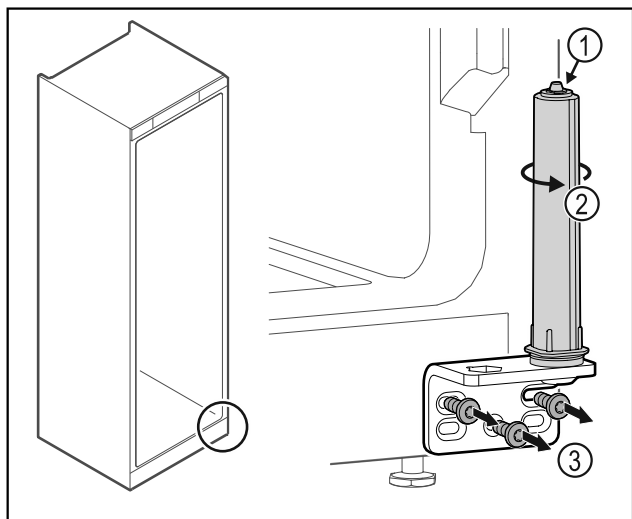

Fig. 30
- ▶ Nerozebírejte uzavírací systém dvířek Fig. 30 (1).
- ▶ Otáčejte uzavíracím systémem Fig. 30 (2), dokud nezacvakne.
- ▶ Odšroubujte úhelník závěsu Fig. 30 (3).